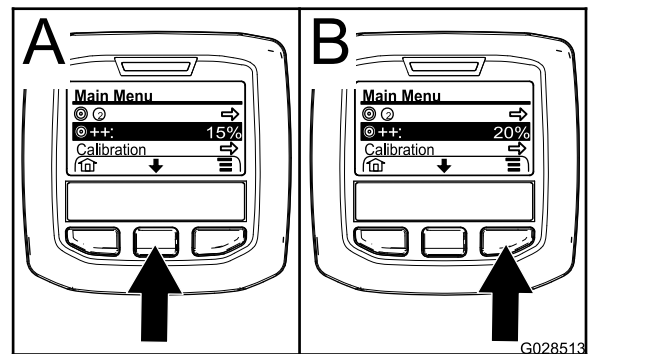

Figura 67
2. Dacă este necesar, apăsai pe butonul central de selectare pentru a evidenția rata de aplicare amplificată (Figura 67).
Notă: Pictograma pentru rata de aplicare amplificată prezintă 2 semne (+) amplasate în partea dreaptă a unei inte (Figura 67).
3. Apăsai pe buton de selectare din dreapta (Figura 67) pentru a mări procentul de amplificare în pai de 5% (maximum 20%).